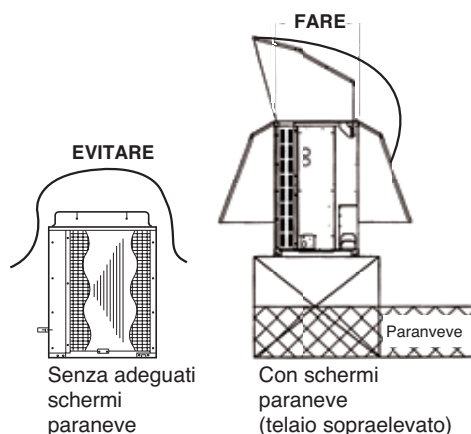

Fig. 2
In caso di installazione in località caratterizzate dalla possibilità di tempeste di neve l'apparecchio deve essere installato in posizione sopraelevata dal suolo e dotato di cuffie para neve (Fig. 2).
- L'unità esterna deve venire installata su una piattaforma sopraelevata dal terreno di una quota superiore all'altezza massima prevedibile della neve (Fig. 2)